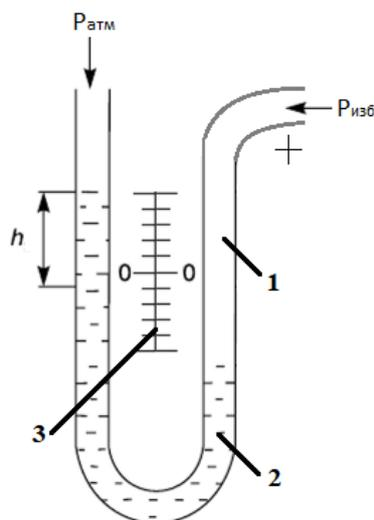

Рис. 19. Двухтрубный манометр:
1. Двухтрубные U – образные манометры (рис. 19);